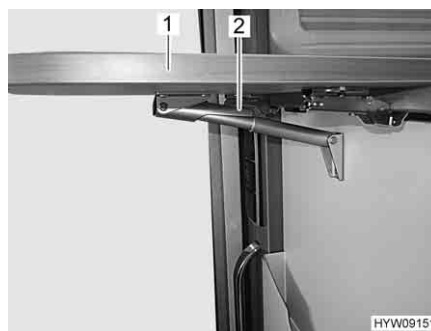

Fig. 92 Chiusura del tavolo ribaltabile su bancone
- Afferrare il tavolo ribaltabile su bancone (Fig. 92,1) sull'esterno e sollevarlo leggermente. Con l'altra mano ruotare e alzare il dispositivo di fissaggio (Fig. 92,2) sul supporto telescopico.